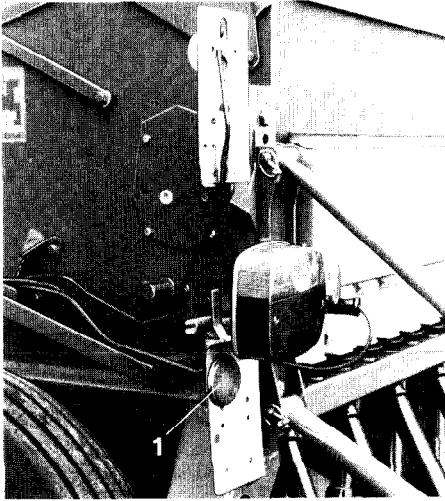
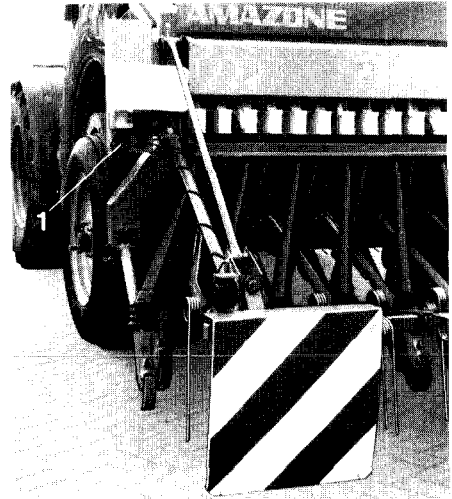

Fig. 31
Fig. 32
- Die gesetzlich zugelassene Beleuchtung auf die seitlich befestigten Leuchenträger aufstecken (Fig. 31), und zwar oben in Fahrtrichtung und unten für die Beleuchtung nach hinten. Sämaschine nur so hoch anheben, daß der Abstand von der Fahrbahn zu den Rückstrahlern (Fig. 31/1, Fig. 32/1) 900 mm nicht überschreitet. Die Figur 32 zeigt die fest montierte Beleuchtung (Bestell-Nr. 30690), die auch auf dem Feld nicht abgenommen wird.